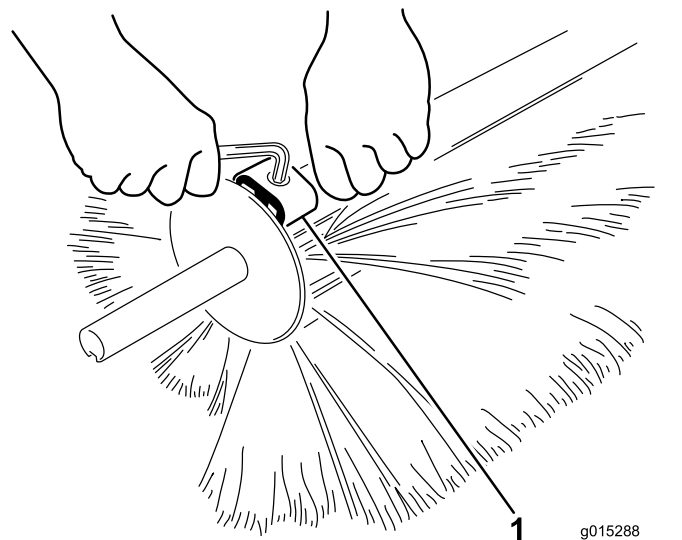

Figura 29
3. Afloje las abrazaderas con una llave allen y retírelas de las mitades del cepillo (Figura 29).